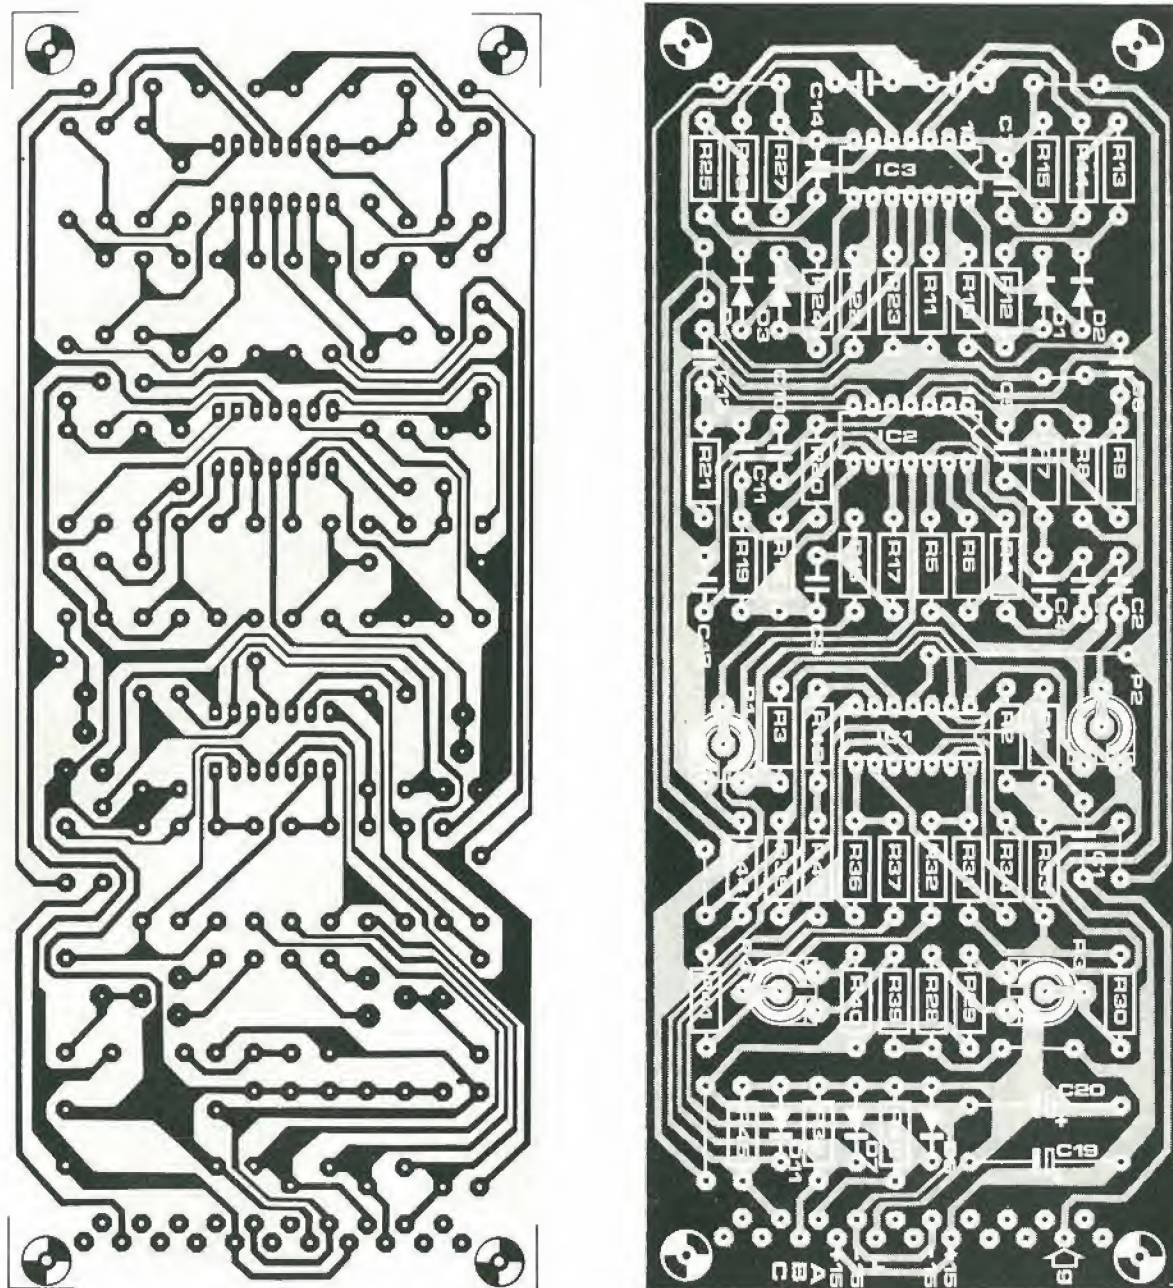
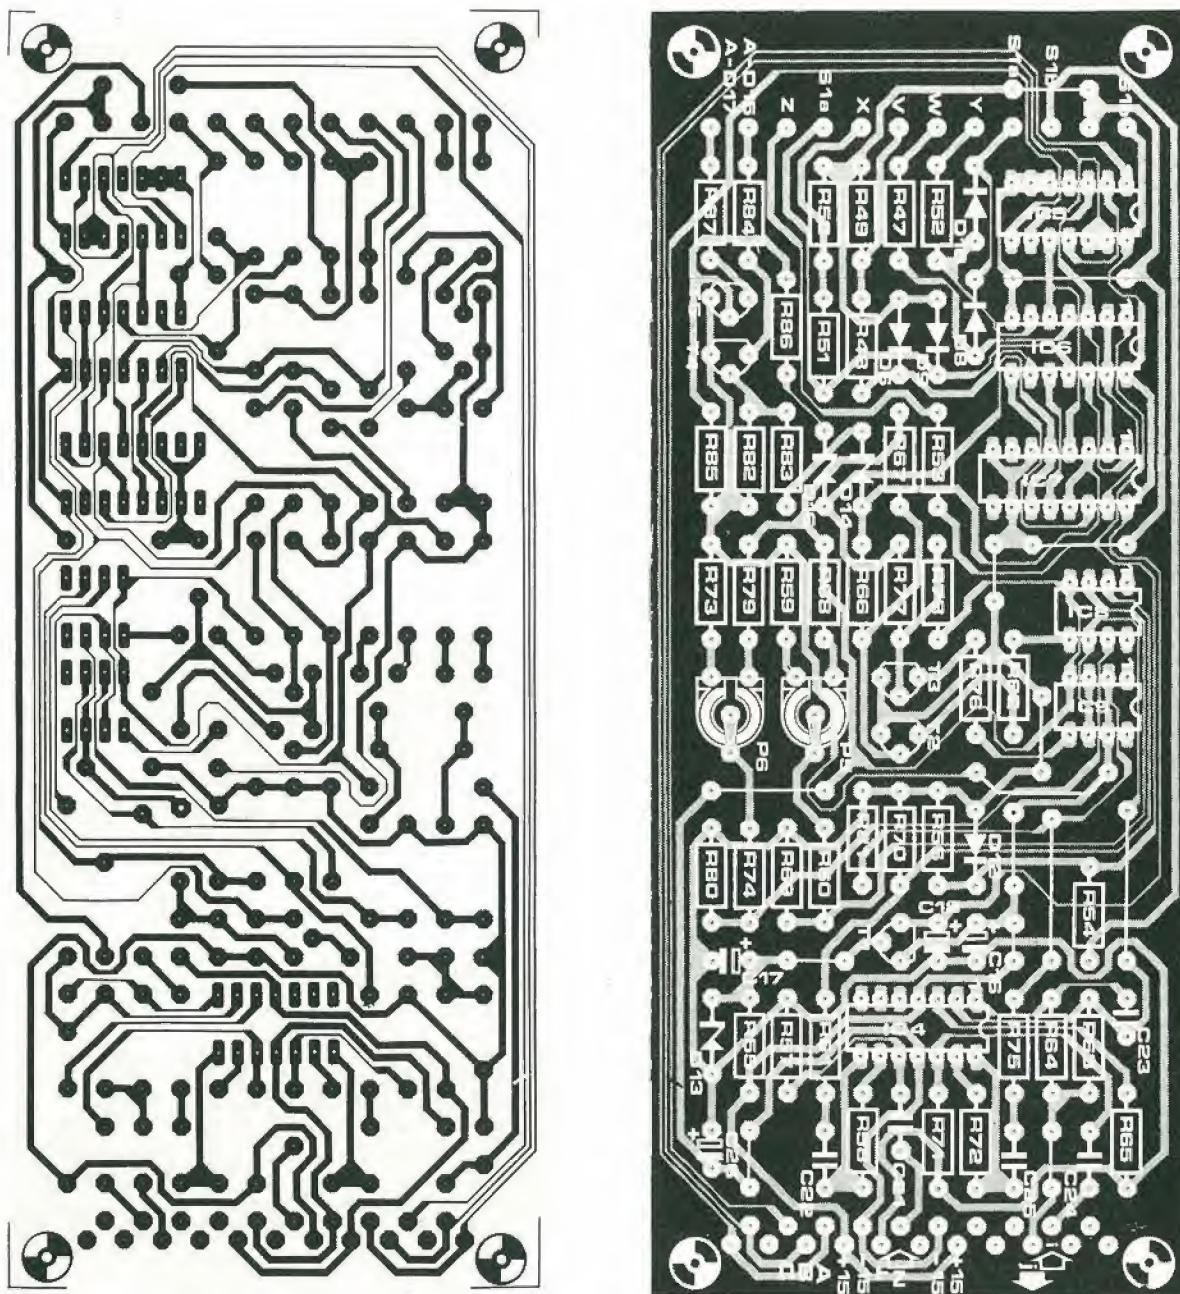

Figura 4. La "basetta del rivelatore". La basetta stampata e la disposizione dei componenti riguardante la sezione di figura 3a.
Figura 5. La "basetta di commutazione" che contiene il circuito di figura 3b.
Se il gruppo non è accuratamente tarato si produrranno dei fastidiosi clic alla commutazione del rivelatore, il che avviene molto spesso sia nella parola che nel canto. Le figure 4 e 5 rappresentano le piste e la disposizione dei componenti del rivelatore di suoni sonori/sordi. Il circuito di rivelazione di figura 3a è incorporato nella basetta di figura 4, il resto (figura 3b) si trova sulla basetta di figura 5.
suono sonoro (Y) ed interdizione (Z), sono tutte situate sul davanti delle "basette di commutazione" di figura 5. Se occorre questi punti possono essere facilmente portati ad un connettore. Con questo sarà possibile allo sperimentatore il controllo dell'apparecchio con un calcolatore senza dover affrontare complicati problemi di cablaggio.